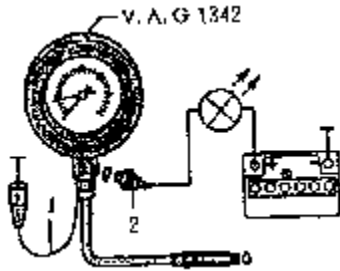

图 2-97 检测机油压力开关和机油压力
(1) 检查机油压力开关机油压力时应满足以下条件：
- ① 机油油位正常；
- ② 点火开关打开后，机油压力报警灯必须亮；
- ③ 自动检查系统的显示屏必须显示“OK”；
- ④ 机油温度约 80°C 。
(2) 机油压力开关的检查。断开机油压力连接导线，拧下机油压力开关，并装上机油压力检测仪 V. A. G1342（如图 2-97 所示），将机油压力开关 2 装到 V. A. G1342 上，检测仪棕色导线 1 接地（-）。将二极管测试灯 V. A. G1527 连接到机油压力开关及蓄电池正极（+）。测试灯应不亮。若测试灯亮，则须更换机油压力开关。起动发动机，压力达 $120\sim 160\text{kPa}$ 时测试灯应亮，若测试灯不亮，则须更换机油压力开关。
(3) 机油压力的检查。断开机油压力开关连接导线。拧下机油压力开关，并装上机油压力测试仪 V. A. G1342（见图 2-97）。将机油压力开关装到 V. A. G1342 上。